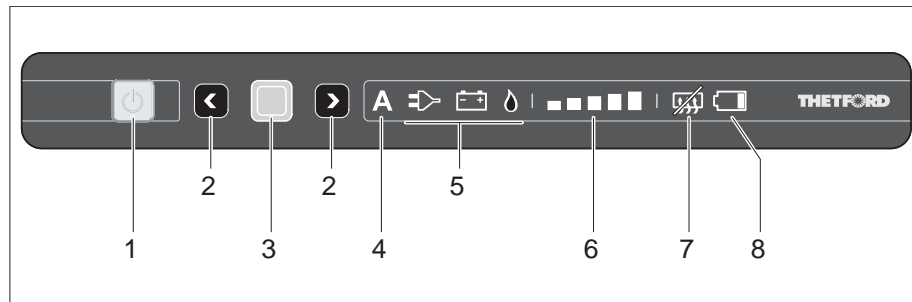

Fig. 237 Eléments de commande et d'affichage pour le réfrigérateur (Thetford sans SES)
- Appuyer sur la touche (Fig. 237,1).
- Enfoncer le bouton-poussoir (Fig. 237,1) et le maintenir enfoncé. Toutes les lampes s'éteignent.
Si le mode automatique est sélectionné, l'affichage de mode automatique (Fig. 237,4) et le meilleure source disponible (Fig. 237,5) s'allument au panneau de contrôle.
- Enfoncer la touche de confirmation (Fig. 237,3) et la maintenir enfoncée. Les symboles de modes de fonctionnement (Fig. 237,5) commencent à clignoter.
- Avec les touches de sélection (Fig. 237,2), sélectionner le régime au gaz et accepter la sélection avec la touche de confirmation (Fig. 237,3).
- Avec les touches de sélection (Fig. 237,2), sélectionner le régime 230 V et accepter la sélection avec la touche de confirmation (Fig. 237,3).
- Avec les touches de sélection (Fig. 237,2), sélectionner le régime 12 V et accepter la sélection avec la touche de confirmation (Fig. 237,3).
- Appuyer à nouveau sur la touche de confirmation (Fig. 237,3). L'affichage de niveau de refroidissement (Fig. 237,6) commence à clignoter.
- Avec les touches de sélection (Fig. 237,2), sélectionner le niveau de refroidissement désiré et accepter la sélection avec la touche de confirmation (Fig. 237,3).